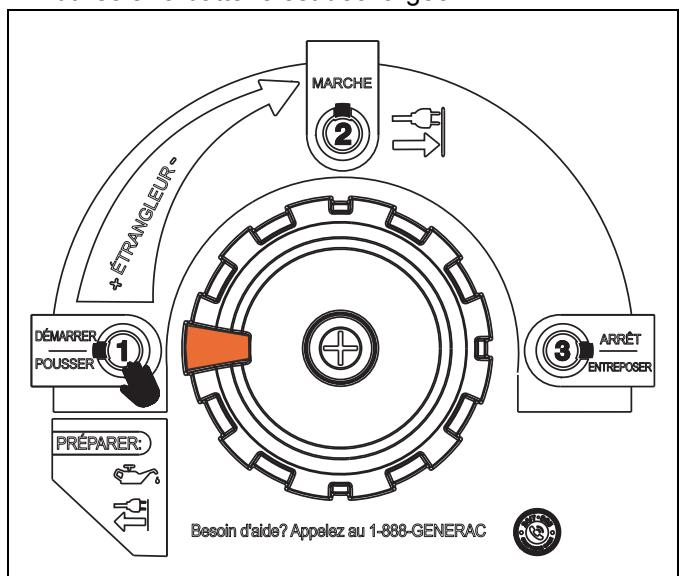

Figure 3-2. PowerDial en position DÉMARRER (START)
1. Pour démarrer le moteur, mettez le PowerDial en position DÉMARRER (START) (Figure 3-2). Cette procédure permet au robinet de carburant de s'ouvrir et à l'étrangleur de s'actionner (se fermer).
1. Voir la figure 3-2. Pour démarrer le générateur, tournez le PowerDial en position DÉMARRER (START).